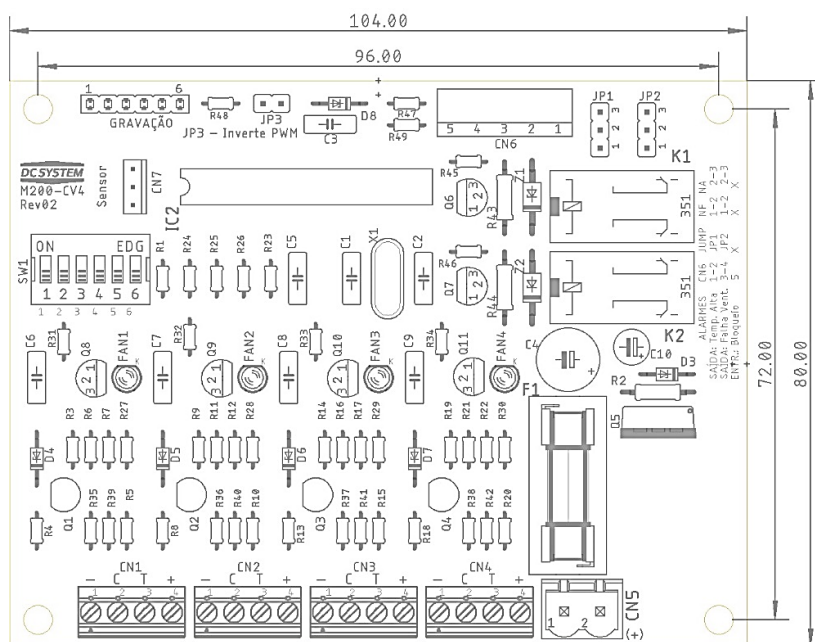

Figura 1
- c) O M200-CV4 pode controlar até 4 **ventiladores** através dos conectores CN1, CN2, CN3 e CN4. Em caso de falha em qualquer ventilador, um alarme é acionado através de um relé no CN6 nas vias 3 e 4. Para a configuração de NA para NF vide item (a). A configuração de quantidade pode ser realizada pelo DIP Switch SW1 correspondentes aos DIP's 1, 2 e 3 na figura 1, conforme a tabela abaixo: